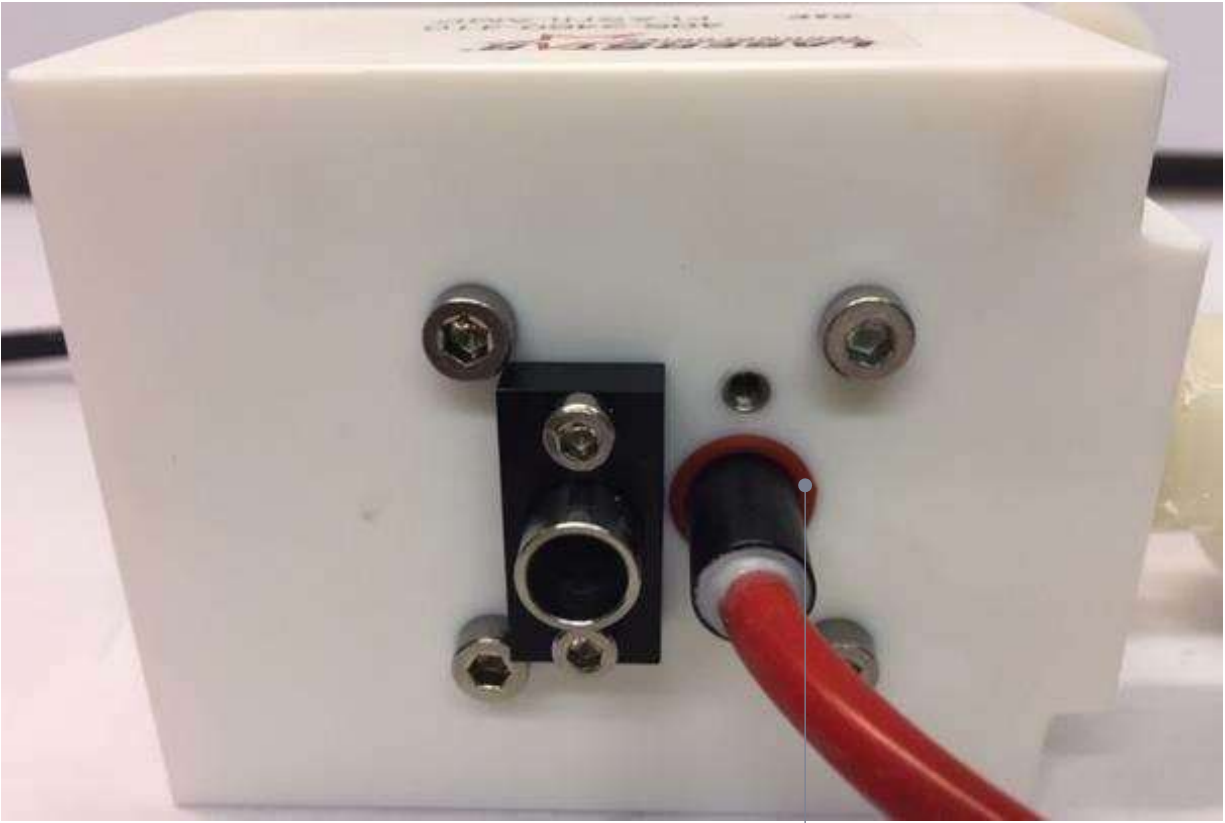

図 8
- 14 ポンプ チャンバーの赤いワイヤーを外側に向けて回転させ、エンド キャップのネジとエンド キャップを取り外し、0 リングがフラッシュランプから取り外せるまで赤いワイヤーを静かに引っ張り、0 リングを廃棄します (図 8) **(注意: この時点ではフラッシュランプを取り外さないでください)**